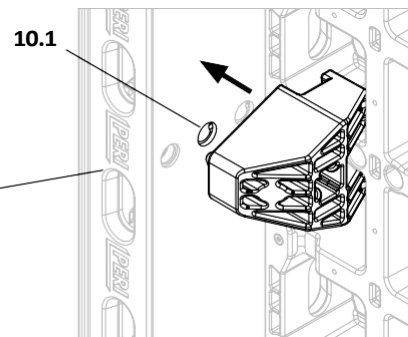

Fig. A3.09b
1. Демонтирайте ъгловия съединител DUO (23), и навийте гайката (53) на ъгловия анкер DUO.
4. Вкарайте стоманения щифт (23.4) на ъгловия съединител DUO в съответния отвор (10.1) на многофункционалния елемент. (Fig. A3.09b)